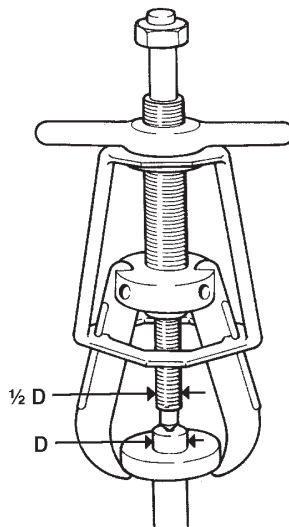

Figura 2, Diametro del bullone centrale rispetto al diametro dell'albero
- Il diametro del bullone centrale di un estrattore meccanico deve essere uguale ad almeno la metà del diametro dell'albero da cui si deve estrarre il componente (vedi Figura 2).